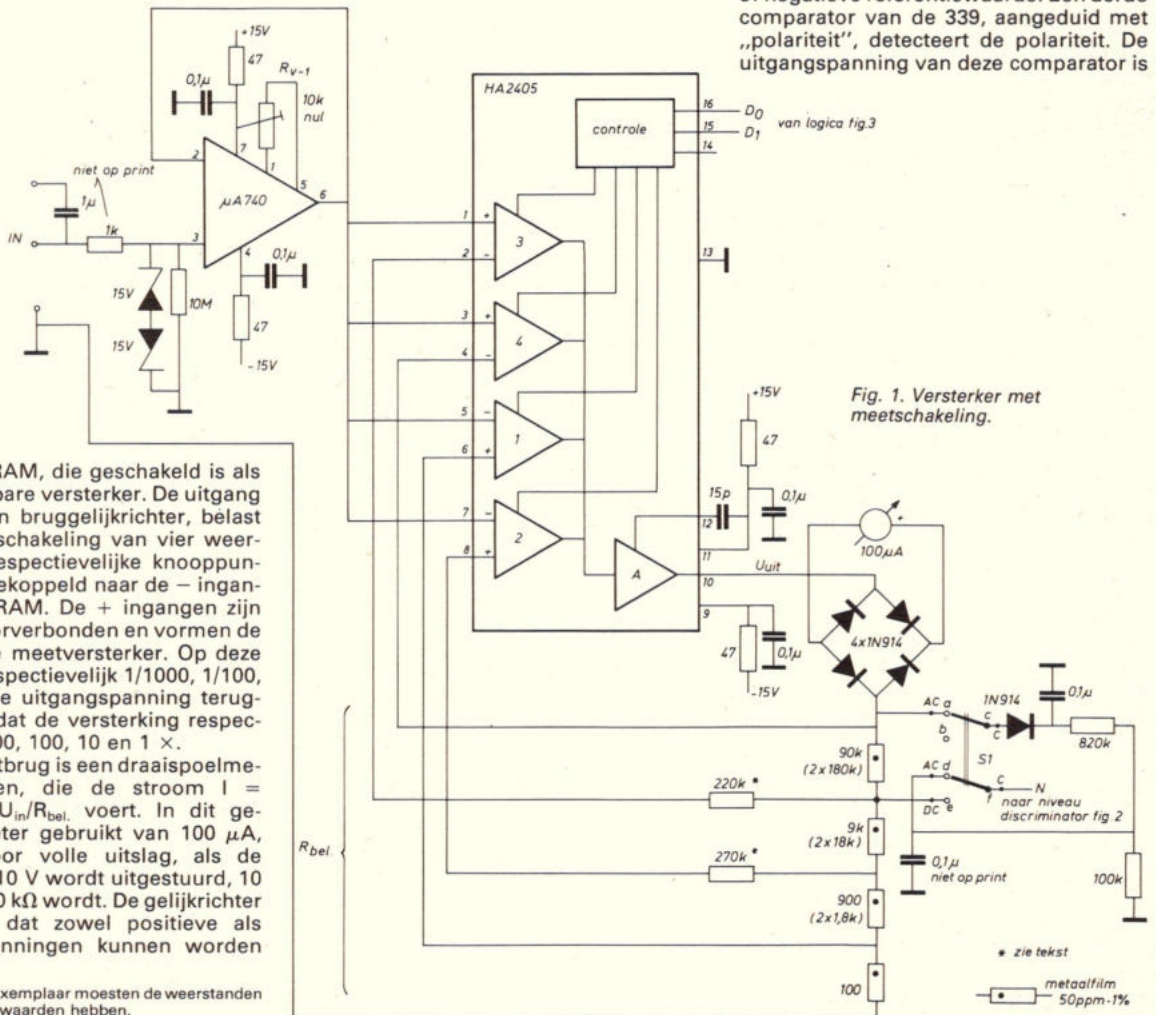
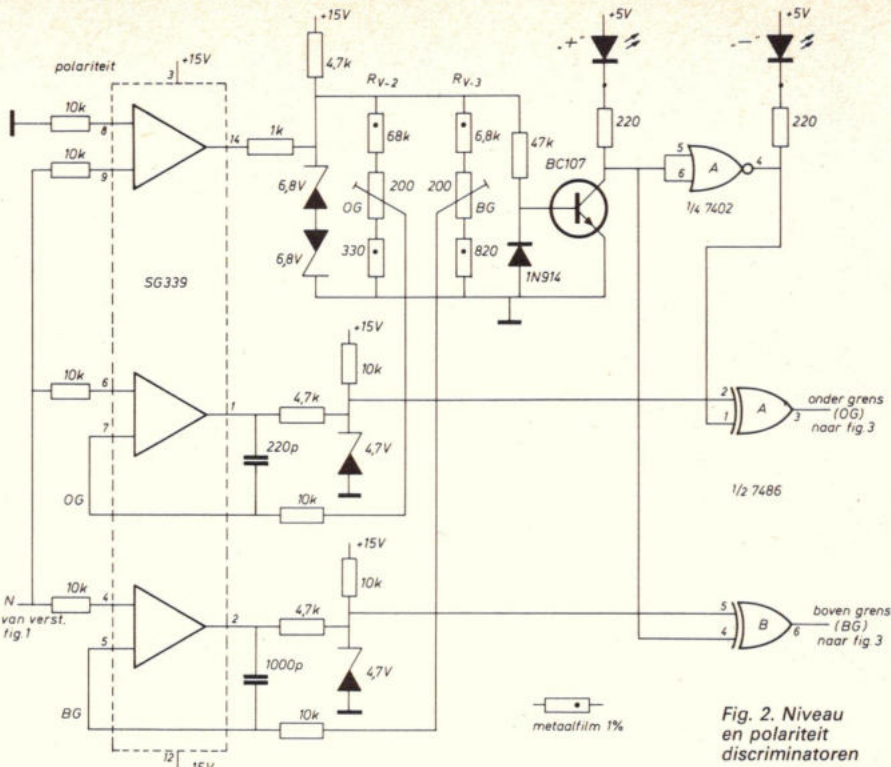

Fig. 1. Versterker met meetschakeling.
Fig. 2. Niveau en polariteit discriminatoren
gemeten, evenals wisselspanning. R* compenseert eventuele ongelijke offsetspanningen op twee bereiken met behulp van de ingangstroom. Om het bereik en dus de versterking van de PRAM automatisch te kunnen instellen, worden twee niveau-discriminatoren gebruikt. Deze zijn weergegeven in fig. 2 en zijn op de DC-stand van S1 in fig. 1 aangesloten op 0,1 van de uitgangsspanning. Eén discriminator registreert het bereiken van de ondergrens (7 à 8%
f.s.d.), de andere een overschrijding van de bovengrens (ca. 98% f.s.d.). De discriminatoren zijn gerealiseerd met een viervoudige spanningvergelijker van het type SG 339. Er zijn er uiteraard slechts twee nodig en in fig. 2 aangegeven met respectievelijk OG en BG. Omdat zowel positieve als negatieve spanningen gemeten moeten kunnen worden, dienen de discriminatoren, afhankelijk van de polariteit van de ingangsspanning, de meetwaarde te vergelijken met een positieve of negatieve referentiewaarde. Een derde comparator van de 339, aangeduid met „polariteit”, detecteert de polariteit. De uitgangsspanning van deze comparator is
Op de BC 107 en 7402-A zijn LED's aangesloten, die bij een meting de polariteit van de meetwaarde aangeven. Wanneer het ingangssignaal een wisselspanning is, zullen de beide LED's branden. In dat geval zal moeten worden overgeschakeld op „AC” met S1 in fig. 1. In geval van wisselspanning geeft de draaispoelmeter de gemiddelde waarde van die wisselspanning aan. De vorm-factor van sinusvormige wisselspanningen is 1,11. Wanneer de meter geijkt moet zijn in effectie-